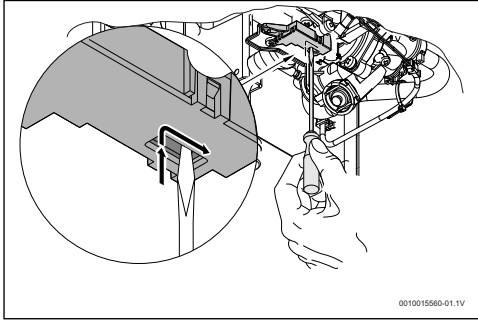

Bild 23 Rücksetzen des Mikroschalters
- ▶ Mikroschalter gemäß Abb. 23 positionieren.